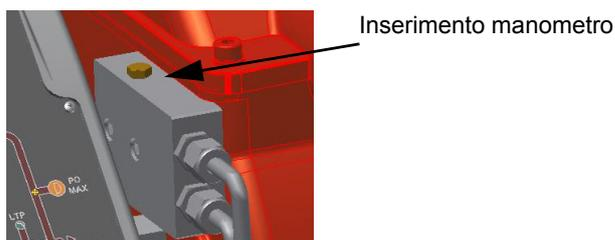

Fig. 11
- (RD) I Alta fiamma
- (BU) II Sosta
- (OG) III Bassa fiamma gas
- (YE) IV Bassa fiamma olio
- (BK) V Accensione olio
- (GN) VI Accensione gas
- 9 La pressione di alimentazione ugello è già pre-tarata in fabbrica e non deve essere cambiata. Solo se necessario, regolare la pressione di alimentazione (vedi relativo paragrafo) nel modo seguente: inserire un manometro nella posizione indicata in Fig. 11 agire sulla vite di regolazione **VR** della pompa (vedi ) fino ad ottenere una pressione all'ugello pari a 20 bar (ugelli Monarch o ugelli Bergamo - vedere grafici a pag. 37);